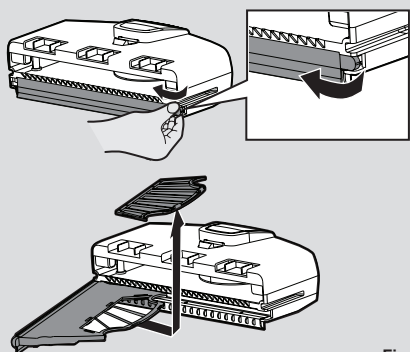

Fig. 14
**NETTOYAGE DES FILTRES [Fig. 14]**